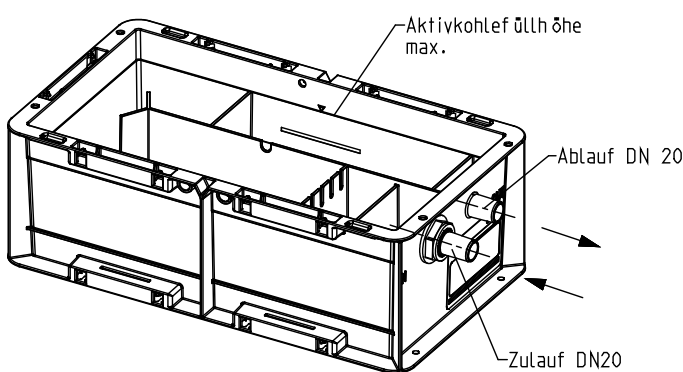

Abb. D-2: Aktivkohlefüllhöhe AF-5
- Aktivkohle lt. Abb. D-2 und D-3 einfüllen.
7. Aktivkohle lt. Abb. D-2 und D-3 einfüllen.